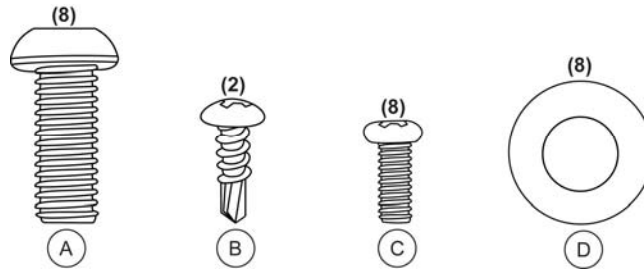

Figura 1
- (1) Bolsas plásticas que contienen:
- (2) Cubiertas para el soporte de la pantalla (frontal y trasera)
- Herramientas para ensamblaje (ver la figura 1)
6. Ajuste el pasamano a la plataforma con los (8) tornillos M8 de 1.25 x ¾ (A), las (8) rondanas (D) y la llave Allen de 5mm incluida (ver la figura 1).
14. Alinee los cuatro agujeros de montaje de la parte posterior de la pantalla con los cuatro agujeros de montaje del soporte de la pantalla. Ajuste el ensamblaje de la pantalla en el soporte de la pantalla. Utilice los (4) tornillos Phillips #5 x 3/8 (C) (ver la figura 1).
15. Coloque las cubiertas para los tornillos de los pivotes sobre los tornillos. Ajuste las cubiertas a la parte trasera del ensamblaje de la pantalla con los (4) tornillos Phillips #5 x 3/8 (C) (ver la figura 1).
16. Ajuste el soporte del adaptador de corriente al costado izquierdo del pasamano con los (2) tornillos para metal #8 x 1/2 (B) (ver la figura 1).
- Herramientas para ensamblaje (ver la figura 1 en la página 10)
9. Ajuste el soporte del adaptador de corriente al costado izquierdo del pasamano con los (2) tornillos para metal #8 x ½ (B) (ver la figura 1).